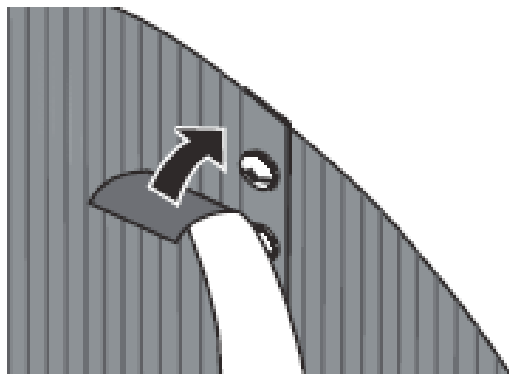

Abb. 10
- Überdecken Sie die Mantelenden und die Schraubenköpfe an der Innenseite des Pools zur Gänze mit einem 50 mm breiten Klebeband (Abb. 10) in mehreren Lagen, ebenso die Vorstanzungen für die Düsenlöcher.